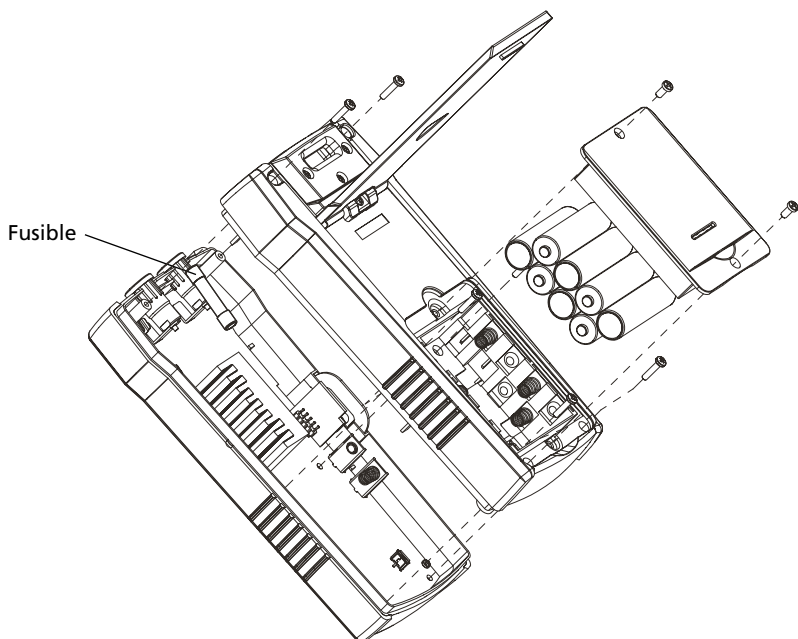

Figure 5.2 : Remplacement du fusible du transmetteur
6. Retirez le couvercle arrière en le tirant vers le haut (Figure 5.2).